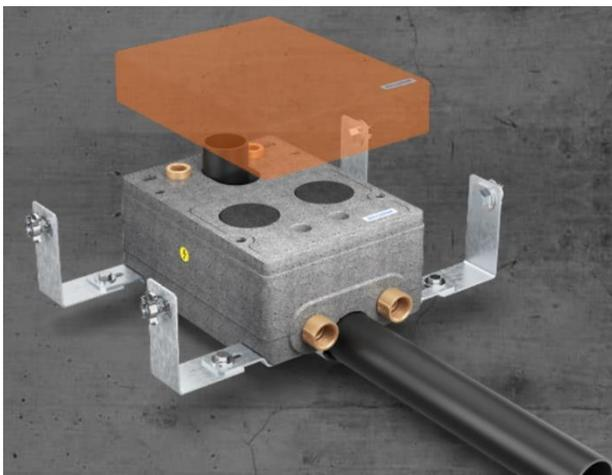

Figure 1: Boîte à lavabo encastrée (boîte UP)
Vous nous chargez d'évaluer si la boîte de lavabo encastrée (boîte UP) testée par nos soins (figure 1) dans la paroi sanitaire OPTIVIS-TEC peut être installée de la même manière dans une paroi sanitaire homologuée par l'AEAI d'un autre fabricant sans que la résistance au feu ne soit affectée.
- La boîte UP est vissée aux supports verticaux du système mural, à gauche et à droite, à l'aide d'équerres métalliques (figures 1 et 5).